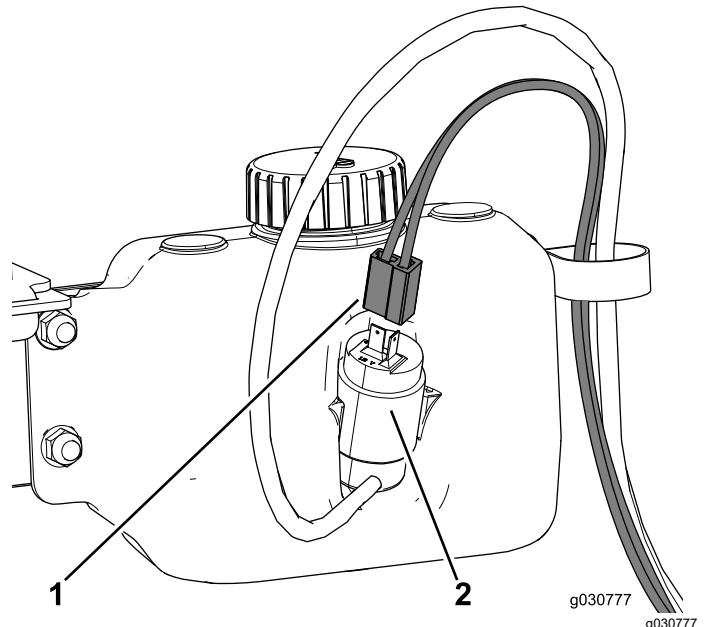

Bild 52
4. Verlegen Sie den Kabelbaum für die Flasche für die Scheibenwaschanlagenflüssigkeit durch die R-Klemme und schließen ihn an der Flasche an (Bild 52).